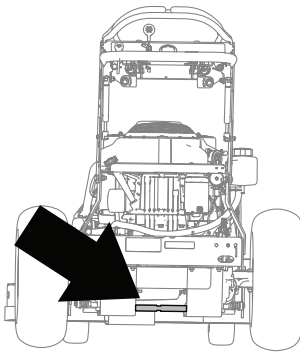

Bild 3
1. Suchen Sie die Achsstange, an der das Schutzblech befestigt wird (**Bild 3**).